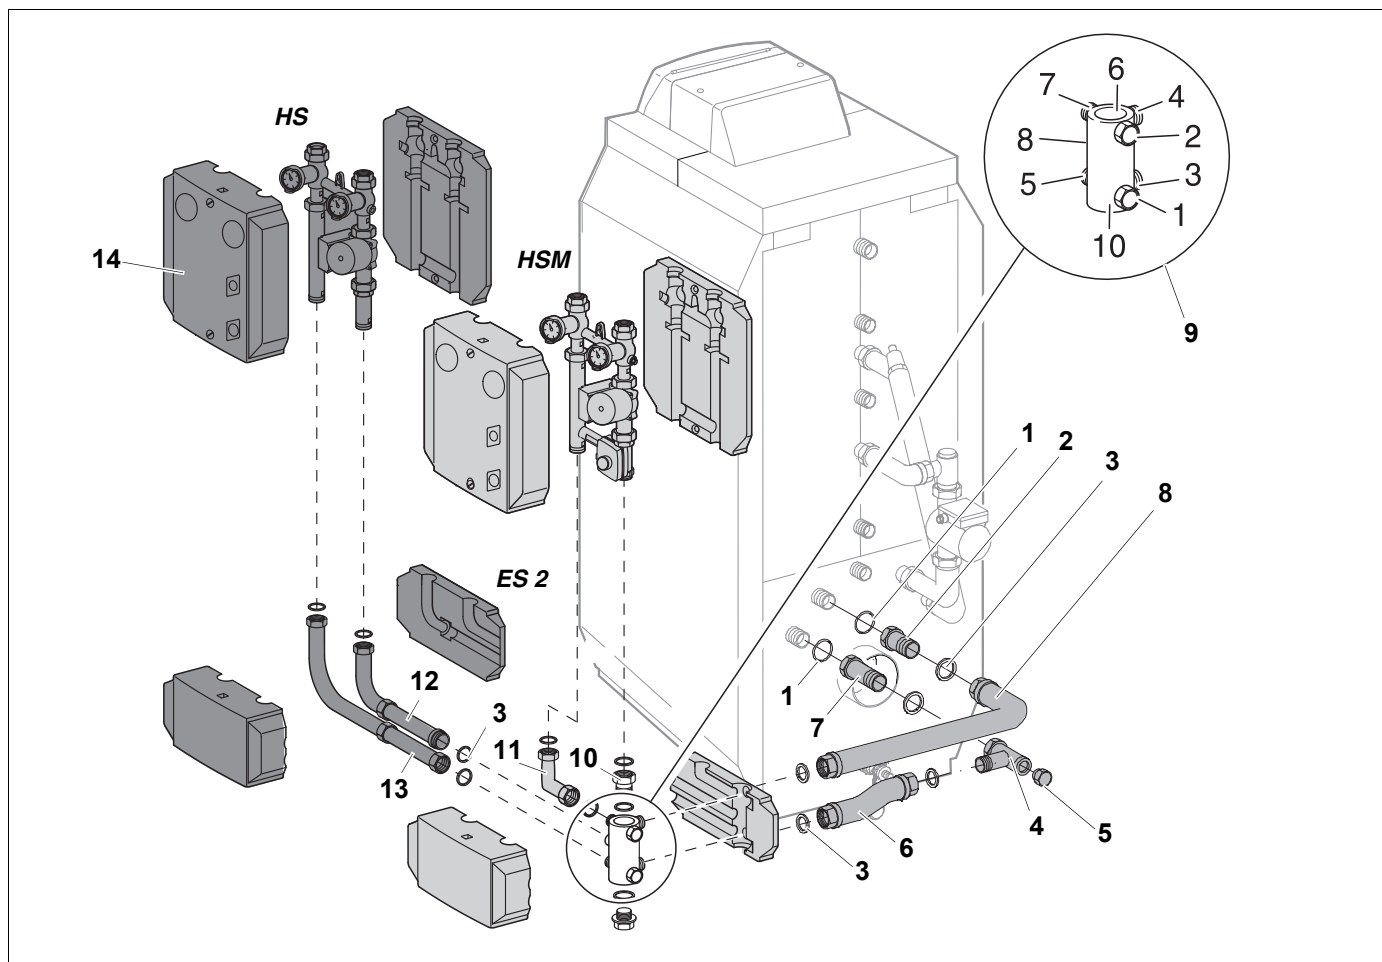

Рис.9 Монтаж KAS 2-S параллельно справа (S = сбоку)
Нумерация штуцеров на встроенной многофункциональной гребенке должна обязательно соответствовать нумерации на рис. 9, иначе будут неправильно подключены подающая и обратная линии со стороны котла и со стороны отопительного контура!
- Приверните комплект подключения отопительного контура со смесителем (HSM) или без него (HS) в соответствии с рис. 9.
- Смонтируйте колено с уплотнением [3] (длинная сторона) (рис. 9).
- Уложите уплотнение [3] в соответствии с рис. 9 в резьбовое соединение промежуточного участка [13] и приверните промежуточный участок к штуцеру № 5 многофункциональной гребенки.
- Смонтируйте колено с уплотнением [3] (короткая сторона) (рис. 9).